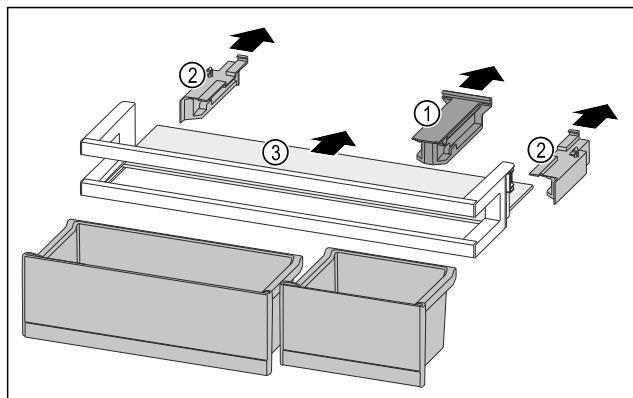

Fig. 131
- ▶ 拉出定位件 Fig. 131 (1)。
- ▶ 拉出侧面部分 Fig. 131 (2)。
- ▶ 取出搁板 Fig. 131 (3)。